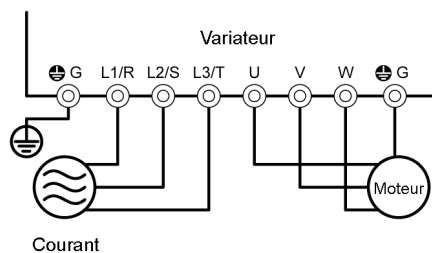

Figure 4.1 Connexion des bornes du circuit principal
- (1) Vérifiez que le câblage est correct.
Notamment, vérifiez que le câblage aux bornes d'alimentation du variateur L1/R, L2/S et L3/T et aux bornes de sortie U, V, et W. Vérifiez également que les câbles de mise à terre sont correctement connectés aux bornes de mise à terre (G). Voir Figure 4.1.
- (2) Vérifiez que les bornes de circuit de commande et les bornes de circuit principal pour les courts-circuits ou les défauts de mise à terre.
- (3) Vérifiez que les bornes, les connecteurs et les vis ne sont pas desserrés.
- (4) Vérifiez que le moteur est désaccouplé de l'équipement mécanique.
- (5) Assurez-vous que tous les commutateurs de dispositifs connectés au variateur sont éteints (ARRÊT). La mise en marche du variateur avec l'un de ces commutateurs sur MARCHÉ peut provoquer un fonctionnement accidentel du moteur.
- (6) Vérifiez que les mesures de sécurité ont été prises contre un emballement de l'équipement, par exemple, une interdiction d'accès à l'équipement.